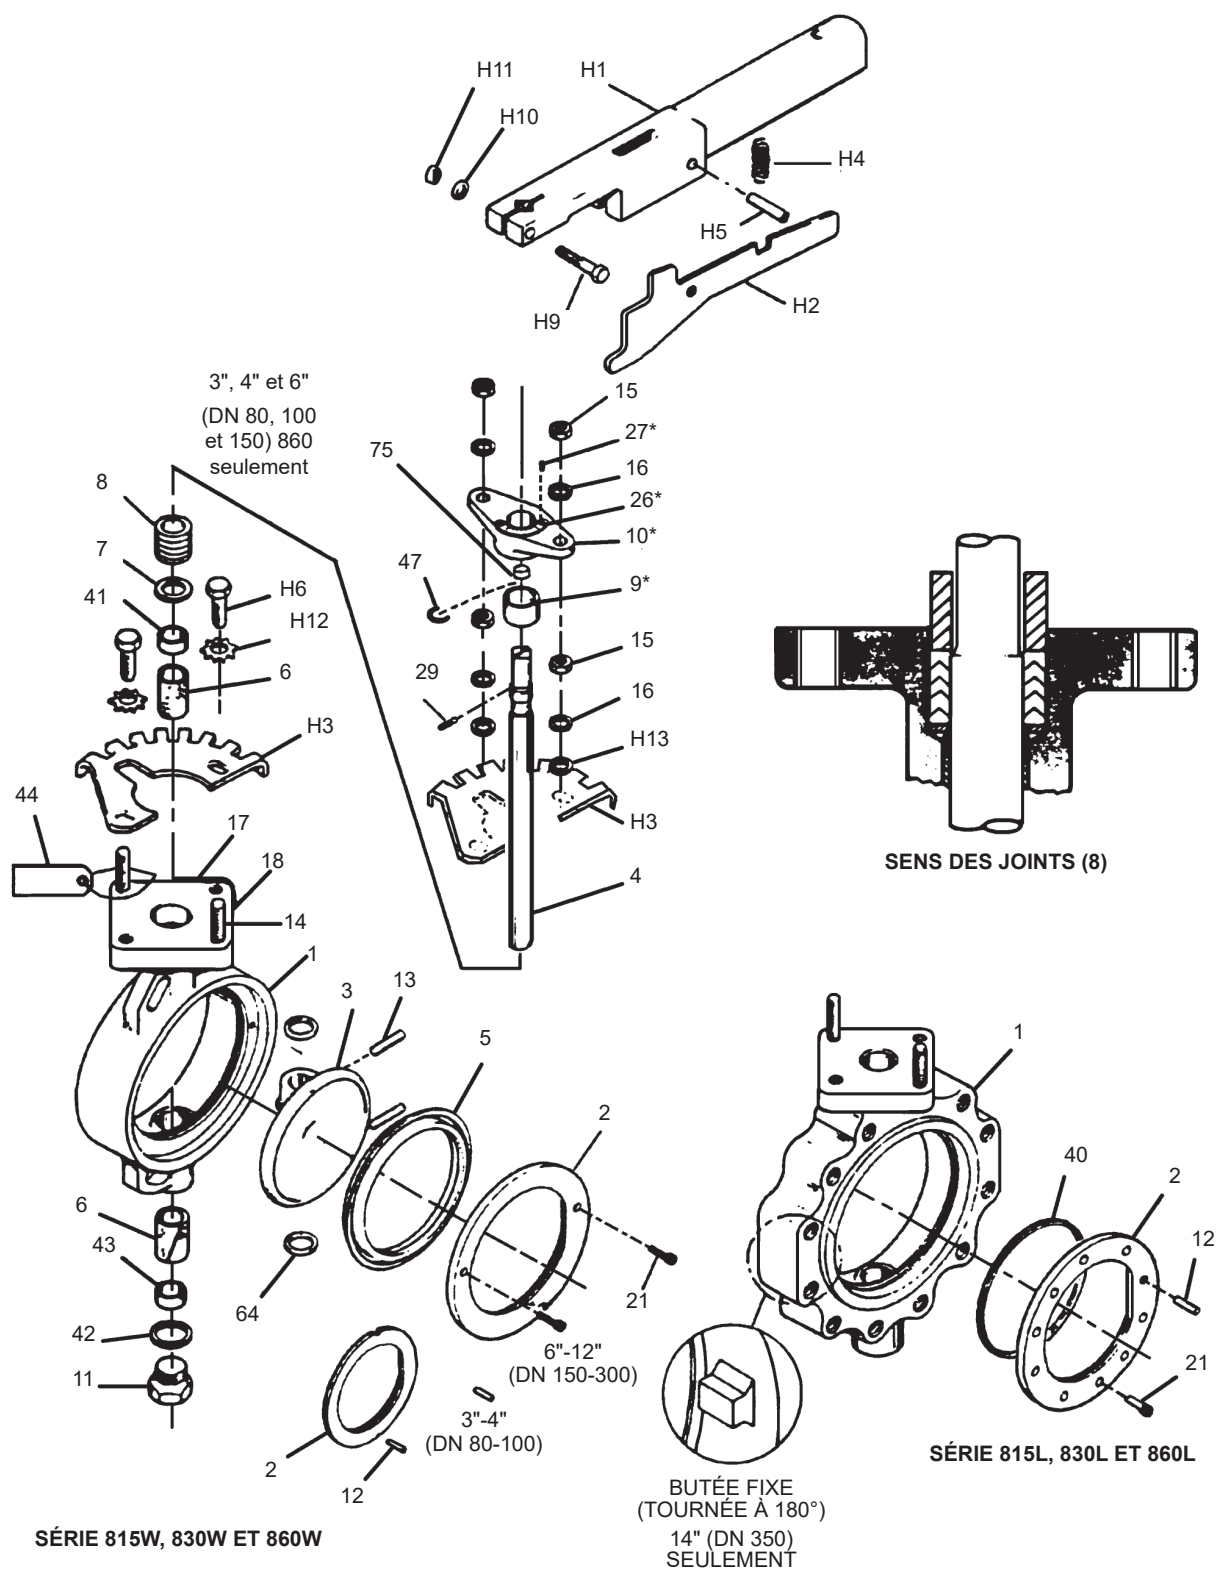

Figure 18
3. Si la poignée (H1 à la **Figure 18**) a été retirée de la vanne, réinstallez-la sur le système d'entraînement carré de l'axe, et serrez l'écrou (H11). La poignée doit être installée de façon à être parallèle au disque (3), ce qui permet d'obtenir une indication visuelle de la position du disque une fois observé de loin. Avec la languette de blocage de la poignée dans la dernière encoche (fermée) de la plaque à crans, tournez la plaque à crans en sens horaire (vue du dessus de la poignée) jusqu'à ce qu'elle soit arrêtée par la languette de blocage. L'ensemble disque/poignée est désormais légèrement coincé entre la douille et la plaque à crans.
4. Serrez les deux écrous (15) et les deux vis (H6) qui maintiennent la plaque à crans.
- c. La référence et le nom des pièces détachées agrandies sur la **Figure 18**, et la quantité requise.